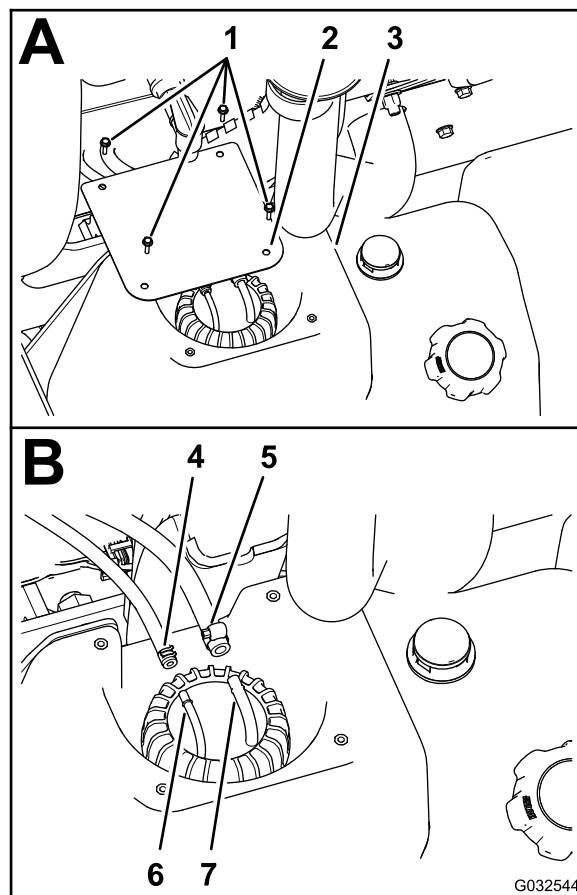

Рисунок 78
2. На топливном баке выверните 4 винта (№ 10 x ¾ дюйма), которые крепят крышку к верхней части топливного бака, и снимите крышку (Рисунок 78А).
3. Ослабьте хомуты крепления 2 топливных шлангов к 2 шланговым штуцерам в верхней части узла вертикальной трубы (Рисунок 78В).
4. Отсоедините 2 шланга от шланговых штуцеров и дайте топливу стечь из шлангов в утвержденную к применению топливную емкость (Рисунок 78В).
4. Подсоедините топливный шланг диам. 6,4 мм к шланговому штуцеру 6,4 мм и закрепите шланг на штуцеру с помощью шлангового хомута (Рисунок 78В).
5. Подсоедините топливный шланг диам. 8 мм к шланговому штуцеру 8 мм и закрепите шланг на штуцеру с помощью шлангового хомута (Рисунок 78В).
6. Установите крышку на бак (Рисунок 78А), закрепив ее с помощью 4 винтов (№ 10 x 3/4 дюйма), снятых при выполнении пункта 2 раздела Удаление топливного фильтра из бака \(страница 70\).